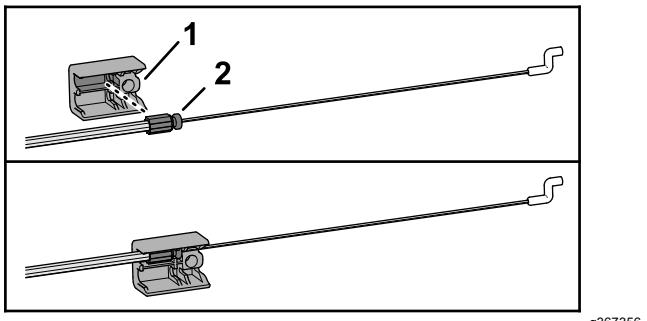

Figure 9
1. Insérez la fixation au bout de la gaine du câble dans la douille supérieure du bloc de fixation (Figure 9).